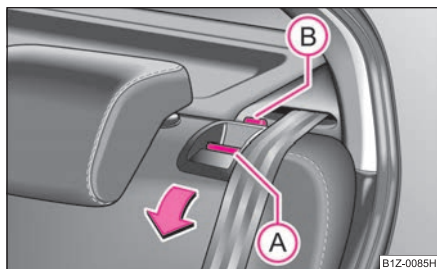

Fig. 66 Desbloquear el respaldo de asiento trasero
- Presione el botón de desbloqueo ① y abata el respaldo del asiento trasero hacia delante ⇒ fig. 66.
- Cerciórese de que la espiga roja (B) está cubierta ⇒ página 75, fig. 66.